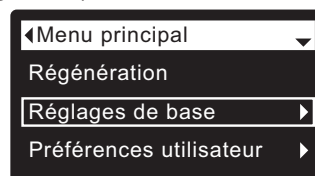

FIG. 52
1. À partir d'un écran d'état dynamique, appuyez sur le **SÉLECTEUR (O)** pour afficher le **Menu principal**.
2. Appuyez sur le bouton **BAS (▼)** pour faire défiler les options du menu et mettre en évidence **Réglages de base** (cf. Figure 52).